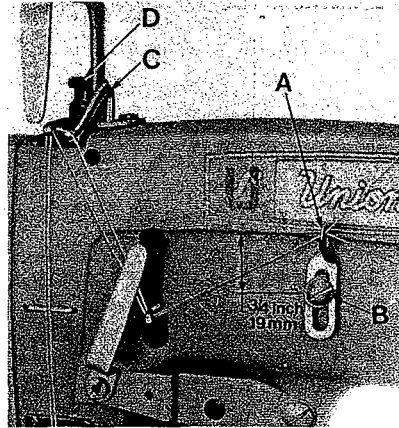

Fig. 30
Set the needle thread frame eyelet hole (A, Fig. 30) 19 mm = 3/4 inch above the center of mounting screw (B, Fig. 30). Lower it for more needle thread, raise it for less needle thread in the stitch. Set the needle thread take-up wire (C, Fig. 30) as low as possible. Raising the take-up wire increases the needle thread loop.
Stellen Sie die Nadelfadenführung am Gehäuse (A, Fig. 30) 19 mm hoch zur Mitte der Befestigungsschraube (B, Fig. 30) ein. Wird die Fadenführung tiefer gestellt bekommen Sie mehr Nadelfaden in die Naht. Durch Höherstellen erreichen Sie das Gegenteil. Stellen Sie den Nadelfadenabzug (C, Fig. 30) so tief wie möglich. Wird der Nadelfadenabzugsbügel nach oben gestellt, wird die rechte Nadelfaden-schlinge größer.
Insert a ply of fabric between upper and lower puller roller. Loosen screw (S, Fig. 30 C) then set the puller presser bar collar (A, Fig. 30 A) by means of adjusting screw (B, Fig. 30 A) so, that the distance (J, Fig. 30 A) between screw (K, Fig. 30 A) and hand lever (H, Fig. 30 A) is 0,2 - 0,5 mm (.008 - .020 inch), at the same time the upper puller roller must rest upon fabric. Secure screw (B, Fig. 30 A) with nut (C, Fig. 30 A). Retighten screw (S, Fig. 30 C).
Set the presser bar connection and guide (L, Fig. 30 A) so that puller roller and presser foot are lifted simultaneously when actuating the presser foot lifter lever and the presser foot is resting on the throat plate.
Legen Sie eine Lage zwischen die obere und untere Pullerrolle. Lösen Sie die Schraube (S, Fig. 30 C) dann stellen Sie den Mitnehmer (A, Fig. 30 A) mit der Stellschraube (B, Fig. 30 A) so ein, daß der Abstand (J, Fig. 30 A) zwischen Schraube (K, Fig. 30 A) und dem Handhebel (H, Fig. 30 A) 0,2 - 0,5 mm beträgt, dabei muß die obere Pullerrolle auf dem Stoff aufliegen. Stellen Sie mit der Mutter (C, Fig. 30 A) die Schraube (B, Fig. 30 A) fest. Ziehen Sie die Schraube (S, Fig. 30 C) wieder an.
Die Drückerfußverbindung und Führung (L, Fig. 30 A) muß so gestellt werden, daß beim Betätigen des Drückerfuß-Lifterhebels Drückerfuß und Pullerrolle gleichzeitig angehoben werden, wenn der Drückerfuß auf der Stichplatte aufliegt.
Insert a ply of fabric between upper and lower puller roller. Loosen screw (S, Fig. 30 C), set the puller presser bar collar (A, Fig. 30 A) by means of adjusting screw (B, Fig. 30 A) so, that the distance (J, Fig. 30 A) between screw (K, Fig. 30 A) and hand lever (H, Fig. 30 A) is 0,2 - 0,5 mm (.008 - .020 inch), at the same time the upper roller must rest upon fabric. Secure screw (B, Fig. 30 A) with nut (C, Fig. 30 A). Retighten screw (C, Fig. 30 C). Set link (E, Fig. 30 A) by changing the length of the tractor cable (R, Fig. 30 B) so that the distance (G, Fig. 30 A) between link (E, Fig. 30 A) and screw (F, Fig. 30 A) is 0,5 - 1 mm (.020 - .040 inch).
Now set presser bar connection and guide (L, Fig. 30 A) so that the distance (D, Fig. 30 A) between link (M, Fig. 30 A) and screw (P, Fig. 30 A) is 0,5 - 1 mm (.020 - .040 inch) when the presser foot is resting on the throat plate.
For making this adjustment turn the handwheel in operating direction until the needle bar is in its lowest position and loosen screw (Q, Fig. 30 A). Then, while holding the presser foot down on the throat plate surface, pry up the presser bar connection and guide (L, Fig. 30 A) with a screwdriver to obtain the required setting. Retighten screw (Q, Fig. 30 A).
The presser foot must rest on the throat plate, when the upper puller roller is lifted with the hand lever (H, Fig. 30 A).
Regulate the presser spring regulating screw (D, Fig. 30) so that it exerts only enough pressure on the presser foot to feed the work uniformly. The regulating screw is located directly behind the needle bar in the head of the machine. The pressure exerted by the presser spring should be slightly more than the pressure exerted by the spring for the presser foot yielding section. Turning the regulating screw clockwise increases the pressure, counterclockwise decreases the pressure.
Legen Sie eine Lage Stoff zwischen die obere und untere Pullerrolle. Lösen Sie die Schraube (S, Fig. 30 C), dann stellen Sie den Mitnehmer (A, Fig. 30 A) mit der Stellschraube (B, Fig. 30 A) so ein, daß der Abstand (J, Fig. 30 A) zwischen Schraube (K, Fig. 30 A) und Handhebel (H, Fig. 30 A) 0,2 - 0,5 mm beträgt, dabei muß die obere Pullerrolle auf dem Stoff aufliegen. Stellen Sie mit der Mutter (C, Fig. 30 A) die Schraube (B, Fig. 30 A) fest. Ziehen Sie die Schraube (S, Fig. 30 C) wieder an. Die Lasche (E, Fig. 30 A) wird durch Veränderung der Länge des Zugseils (R, Fig. 30 B) so eingestellt, daß der Abstand (G, Fig. 30 A) zwischen Lasche (E, Fig. 30 A) und Schraube (F, Fig. 30 A) 0,5 - 1 mm beträgt.
Die Drückerfußverbindung und Führung (L, Fig. 30 A) wird nun so eingestellt, daß bei auf der Stichplatte aufliegendem Drückerfuß, der Abstand (D, Fig. 30 A) zwischen Lasche (M, Fig. 30 A) und Schraube (P, Fig. 30 A) 0,5 - 1 mm beträgt.
Zum Einstellen drehen Sie das Handrad in Nährichtung, bis die Nadelstange in der untersten Stellung ist und lösen die Schraube (Q, Fig. 30 A). Während Sie nun den Drückerfuß auf die Stichplatte herunterdrücken, heben Sie mit einem Schraubendreher die Drückerfußverbindung und Führung (L, Fig. 30 A) in die gewünschte Stellung. Ziehen Sie die Schraube (Q, Fig. 30 A) wieder an.
Der Drückerfuß muß auf der Stichplatte aufsitzen, wenn die obere Pullerrolle mit dem Handhebel (H, Fig. 30 A) angehoben wird.
Stellen Sie die Drückerfuß-Regulierschraube (D, Fig. 30) so ein, daß gerade so viel Druck auf dem Drückerfuß ist, daß ein gleichmäßiger Transport gewährleistet wird. Die Regulierschraube ist direkt hinter der Nadelstange auf dem Maschinenarm. Der Druck den die Drückerfußfeder erzeugt, sollte gerade etwas größer sein als der Druck den die Feder für das Drückerfußseitenteil erzeugt. Drehen der Regulierschraube im Uhrzeigersinn verstärkt den Druck, drehen entgegen dem Uhrzeigersinn bewirkt das Gegenteil.
For adjusting puller roller motion loosen nut (A, Fig. 30 E). Turning screw (B, Fig. 30 E) clockwise decreases the puller roller motion, turning it counterclockwise increases the motion. Tighten nut (A) after making this adjustment.
The puller brake is adjusted in the factory. If it is necessary to readjust it, remove screw (A, Fig. 30 D), loosen nut (B, Fig. 30 D) and screw (E, Fig. 30 D) and set the puller brake by means of nut (C, Fig. 30 D) until the lever (D, Fig. 30 D) can be moved with a force of 25 N (5,5 lbf.). Retighten all screws and nuts after making this adjustment. Make sure that nut (C) does not turn while tightening nut (B).
Zum Einstellen des Pullertransportwegs lösen Sie die Mutter (A, Fig. 30 E). Drehen der Schraube (B, Fig. 30 E) im Uhrzeigersinn verkleinert den Pullertransportweg, drehen im Gegenuhzeigersinn vergrößert ihn. Ziehen Sie die Mutter (A) nach dieser Einstellung wieder an.
Die Pullerbremse wird im Werk eingestellt. Wird eine Neueinstellung notwendig, entfernen Sie die Schraube (A, Fig. 30 D), lösen Sie die Mutter (B, Fig. 30 D) und die Schraube (E, Fig. 30 D) und stellen Sie mit der Mutter (C, Fig. 30 D) die Pullerbremse so ein, daß der Hebel (D, Fig. 30 D) mit einer Kraft von 25 N bewegt werden kann. Ziehen Sie nach dieser Einstellung alle Schrauben und Muttern wieder an. Beachten Sie beim Festziehen der Mutter (B) daß die Mutter (C) nicht mehr gedreht wird.